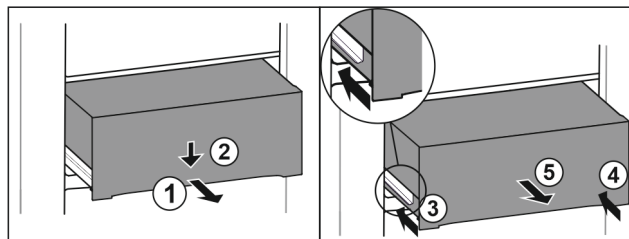

Fig. 146
- ▶ Træk skuffen halvt ud. *Fig. 146 (1)*
- ▶ Tryk skuffen ned på forsiden. *Fig. 146 (2)*
- ▶ Skub venstre skinne ca. 2 cm ind. *Fig. 146 (3)*
- ▶ Skub højre skinne ca. 2 cm ind. *Fig. 146 (4)*
- ▶ Tag skuffen ud fremefter. *Fig. 146 (5)*